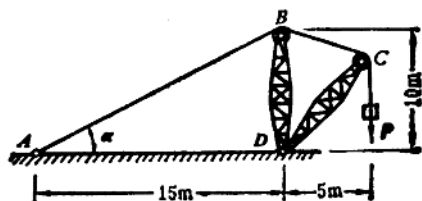

图 1.16
1.16 起重机如图1.16示, 钢丝绳AB的横截面积为 $A = 500\text{mm}^2$, 材料许用应力 $[\sigma] = 40\text{MPa}$, 试根据钢丝绳的强度求起重机允许起吊的最大重量 $[P]$ 。